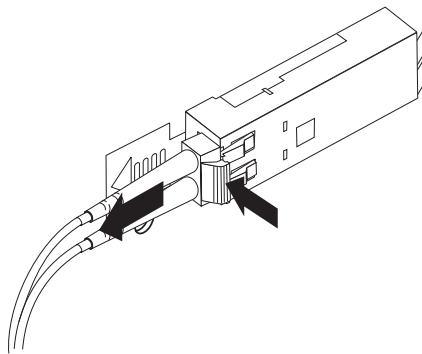

Abbildung 22. LC-LC-Fibre-Channel-Kabel entfernen
2. Ziehen Sie vorsichtig an dem Stecker, um das Kabel wie in Abb. 22 dargestellt vom SFP-Modul zu entfernen.